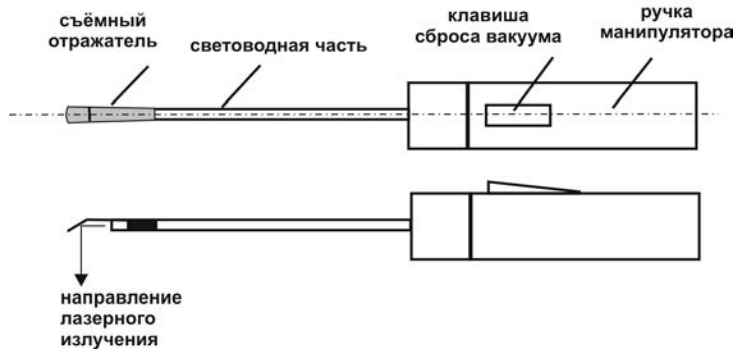

Рис.17. Ориентирование отражателя.
- сориентировать ручку манипулятора так, чтобы клавиша сброса вакуума находилась сверху. Затем, поворачивая отражатель на световоде сориентировать его так, чтобы загнутая отражающая часть была расположена соосно с клавишей сброса вакуума и направлена перпендикулярно вниз Рис.17;